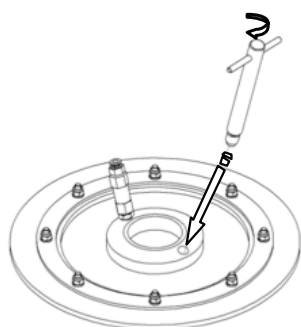

Abb. 7
- Wenn die Luft stoppt und das Material beginnt, aus der Entlüftungsbohrung der Folgeplatte zu sickern, setzen Sie die Entlüftungsstange der Folgeplatte ein und schrauben Sie sie vollständig ein (Abb. 7).